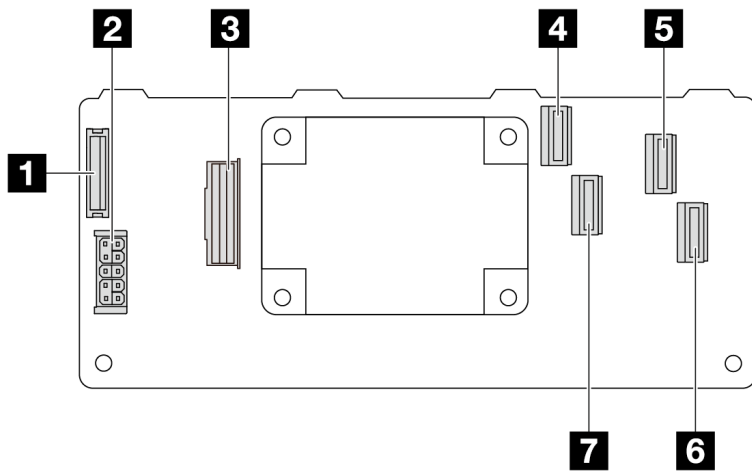

図 319. Gen 3 16i CFF RAID アダプター (4 ポート・コネクタ)
- 358 ページの 図 319 「Gen 3 16i CFR RAID アダプター (4 ポート・コネクタ)」